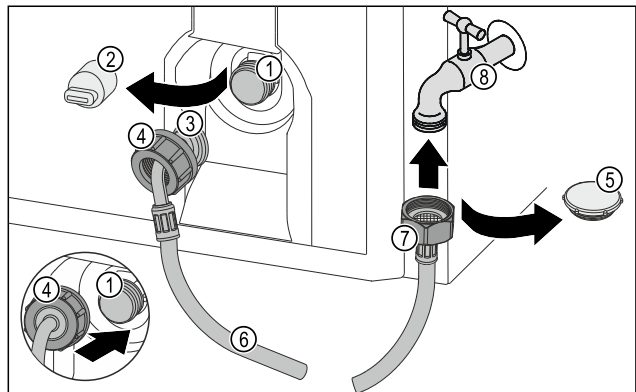

Fig. 55
- Verschlusskappe Fig. 55 (5) entfernen.
- Gerades Schlauchende Fig. 55 (7) am Wasserhahn Fig. 55 (8) ansetzen.
- Mutter am geraden Schlauchende Fig. 55 (7) im Uhrzeigersinn festziehen.